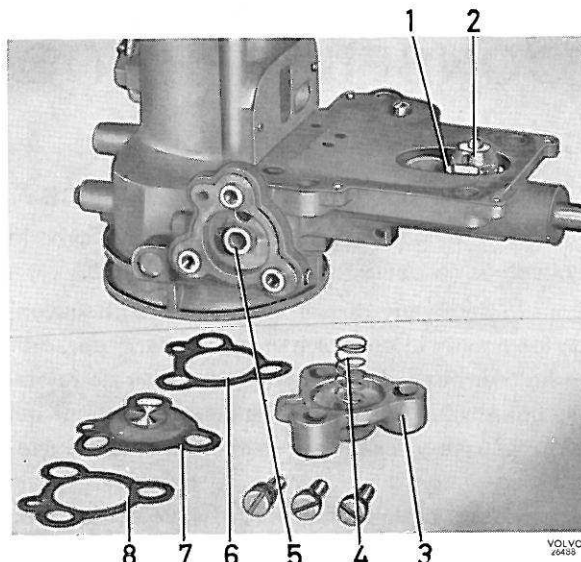

Figure 84. Calibre d'air
6. Démonter le pointeau et le calibre d'air, figure 84. Dévisser la vis de richesse.
2. S'assurer que la soupape (7, figure 84) du calibre d'air est bien étanche contre son siège (5). En cas de nécessité, la roder contre le siège, en utilisant une pâte abrasive fine.